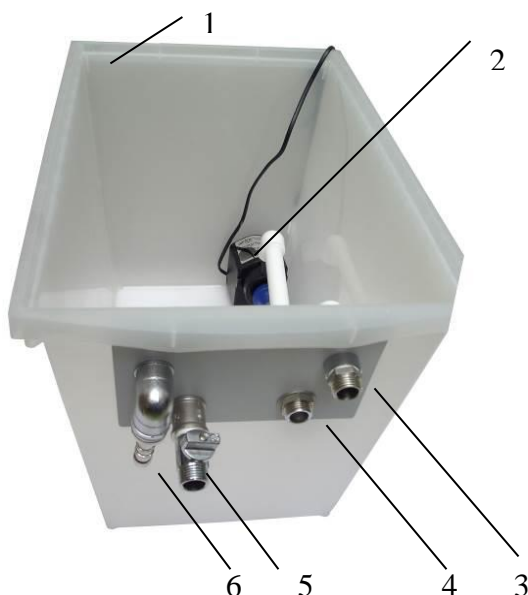

**Рис.3. Устройства У-БАЖ и У-КАЖ.**
- Основной частью комплекса является У-БАЖ, смотри рис. 3 (поз.1,) который представляет собой многокамерный блок из метилметакрилата (оргстекло техническое), камеры разделены водонепроницаемыми перегородками из трехслойного полипропилена.